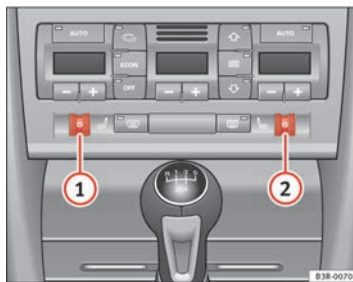

Abb. 135 Ausschnitt aus der Instrumententafel: Rändelräder der Sitzheizung
Drehen Sie am Rändelrad ① bzw. ② ⇒ Abb. 135, um die Sitzheizung auf Fahrer- bzw. auf Beifahrerseite einzuschalten und zu regulieren.